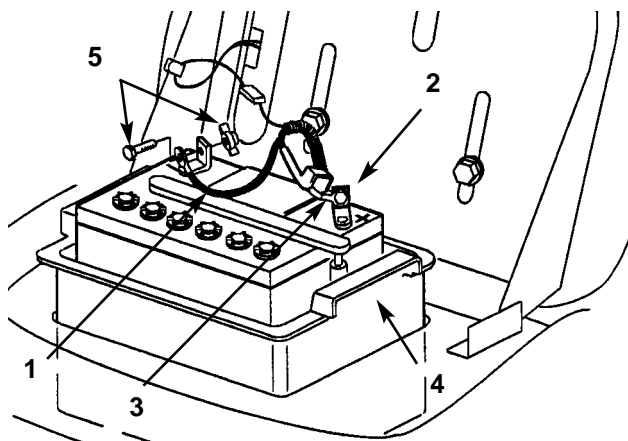

Fig. 19
3. Staccate il morsetto negativo di terra (nero) dal polo della batteria (Fig. 19).
4. Spingete in alto la guaina di gomma del morsetto positivo (rosso) e staccate quest'ultimo dal polo della batteria (Fig. 19).
3. Con il bullone ed il galletto collegate il morsetto positivo (rosso) al polo positivo della batteria (+) (Fig. 19). Infilate la guaina di gomma sul polo della batteria.
4. Con il bullone ed il galletto collegate il morsetto negativo (nero) della batteria (-)(Fig. 19).